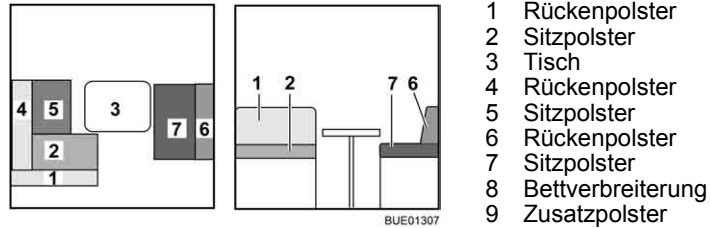

Bild 158 Vor dem Umbau
- Tisch (Bild 158,3) zum Bettunterbau umbauen (siehe Abschnitt 6.11).
- Das Rückenpolster (Bild 158,1) abnehmen und beiseite legen.